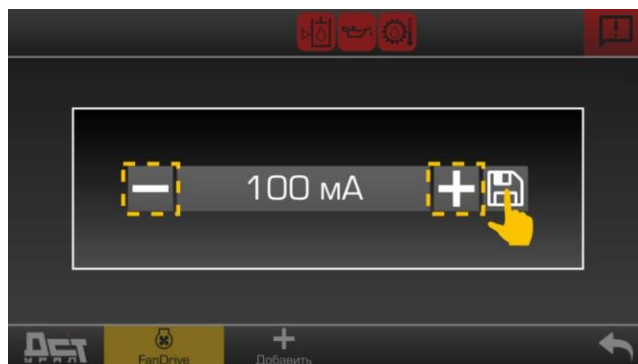

Рисунок 3.110. Ручная настройка токов
- ▷ Появится диалоговое окно для установки значений тока, см. рис. 3.110.